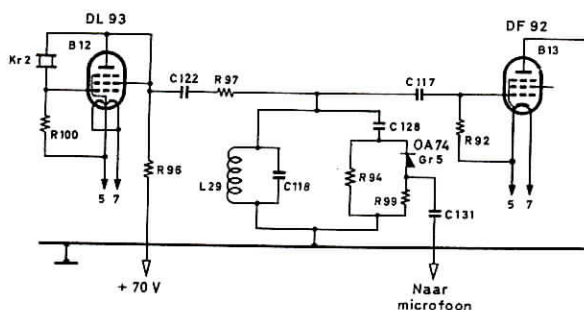

fig. 1
De kristaloscillator wordt gevolgd door een fazemodulator (2) bestaande uit de kring L29 en C118 (zie fig. 1). Parallel aan deze kring is een capaciteit C128 geschakeld, in serie met de weerstand R94. Deze weerstand wordt overbrugd door een serieschakeling van de kristaldiode Gr5 en de weerstand R99.